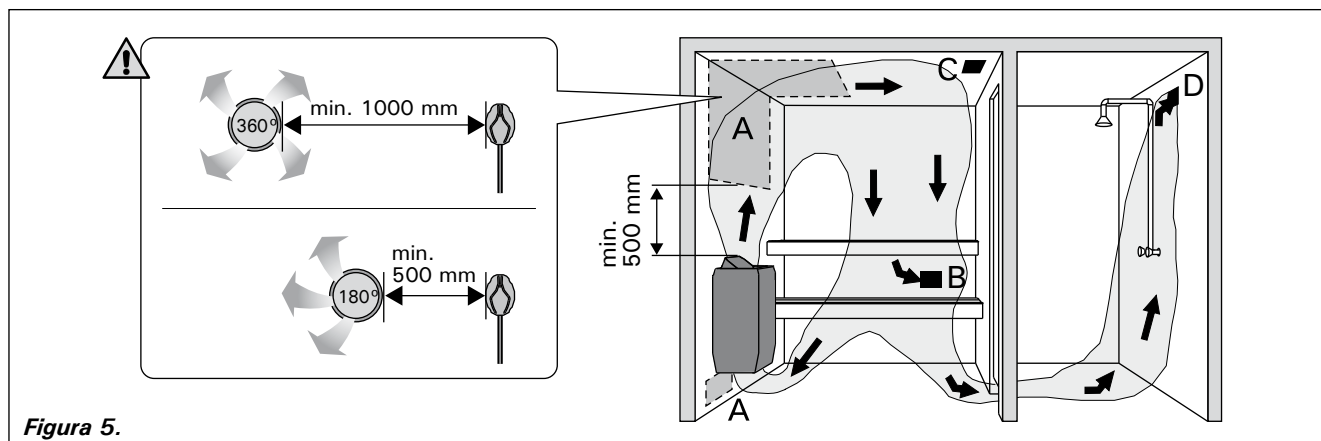

Figura 5.
El aire de la sauna debe cambiarse seis veces por hora. La figura 5 ilustra las distintas opciones de ventilación de la sauna.
**No coloque el paso de aire de admisión de forma que el flujo de aire enfríe el sensor de temperatura. Figura 5.**